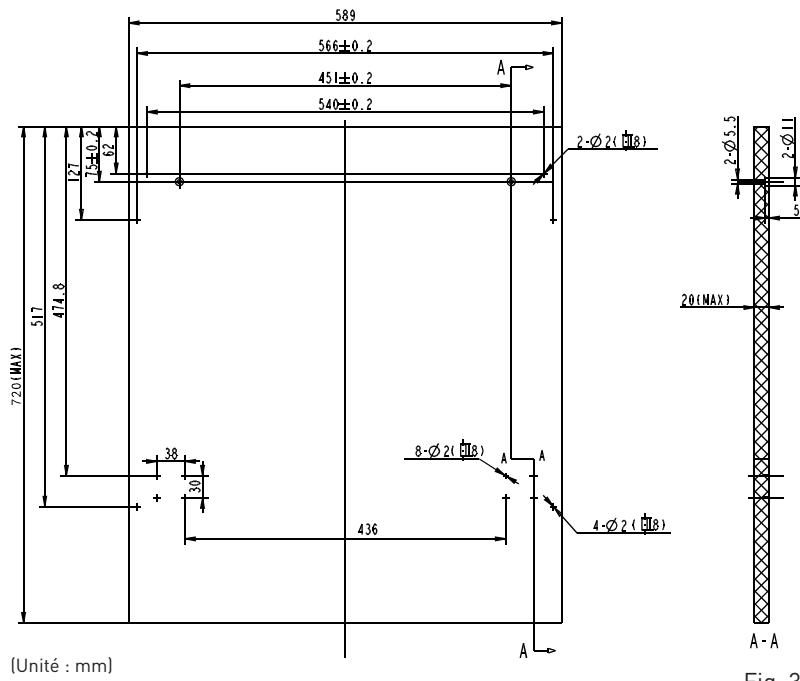

Fig. 3
1. Le panneau esthétique en bois peut être installé comme illustré sur la figure 3.